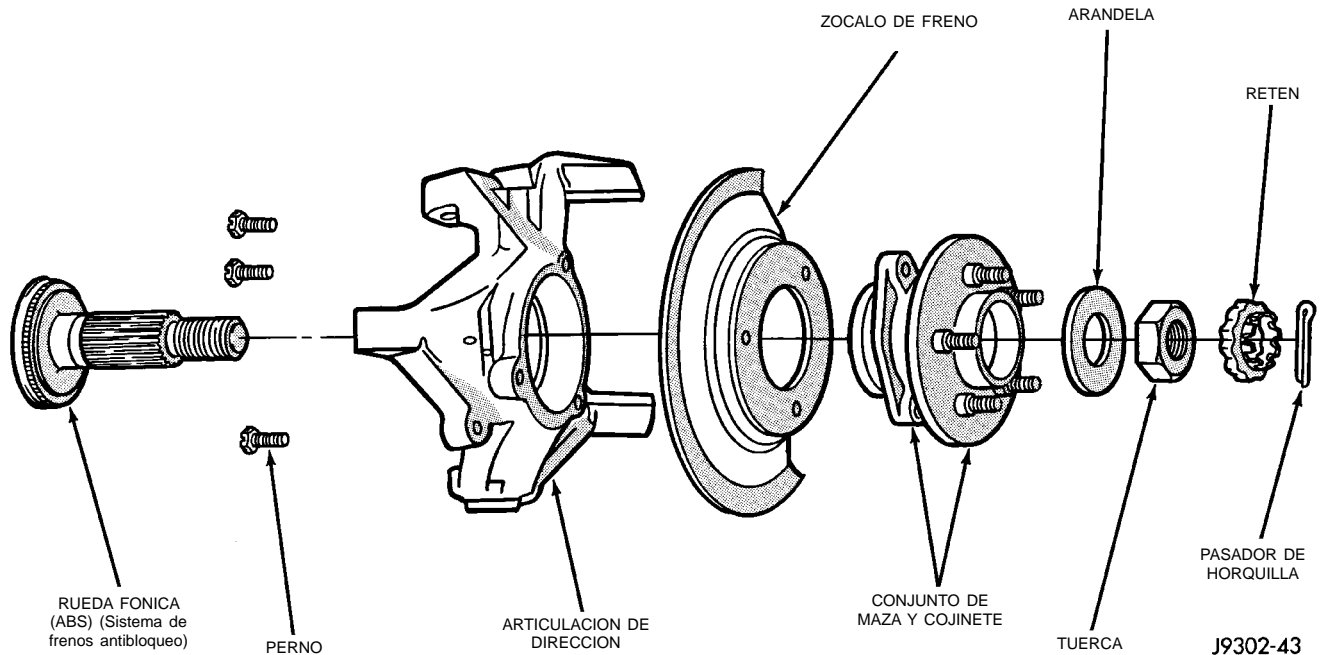

Fig. 9 Cojinete de la maza y articulación
(1) Eleve y apoye el vehículo.
(2) Retire el conjunto de rueda y neumático.
(3) Retire del eje los componentes del freno, consulte el Grupo 5, Frenos.
(4) Retire el pasador de horquilla, retén de tuerca y tuerca de la maza del eje (Fig. 9).
(5) Retire los pernos de instalación de la maza y retire el cojinete de maza de la articulación de la dirección y semieje.